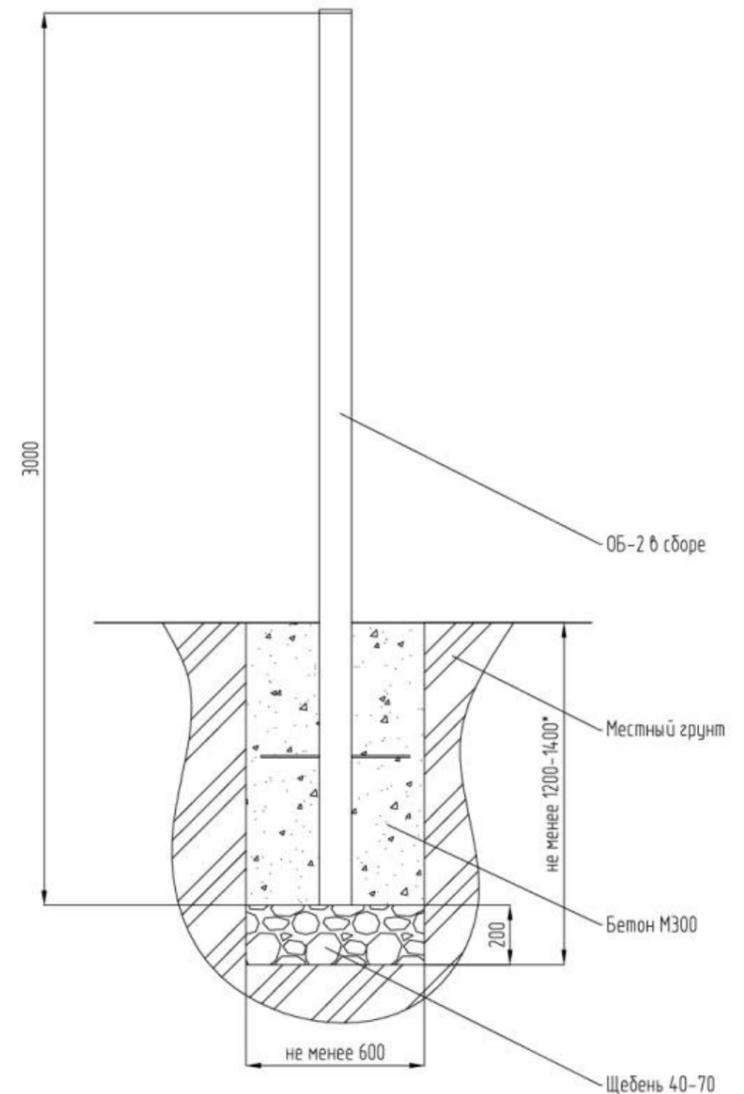

Рис.2. Эскиз установки
- 2.3 Основание требует сборки, в соответствии со сборочно-монтажным чертежом (см. рис.2), на месте эксплуатации.
- Подготовить место для установки Об-2 в соответствии со сборочно-монтажным чертежом (см. рис.2).